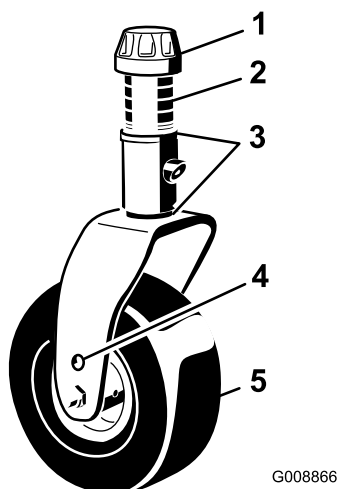

Figura 17
3. Retire a tampa de fixação do eixo roscado desloque o fuso (Figura 17) para fora do braço da roda giratória. Coloque ambos os calços (3 mm), tal como se encontravam originalmente. Estes calços são necessários para atingir a mesma altura ao longo de toda a largura das unidades de corte. Desloque um número apropriado de cunhas de 13 mm (consulte a